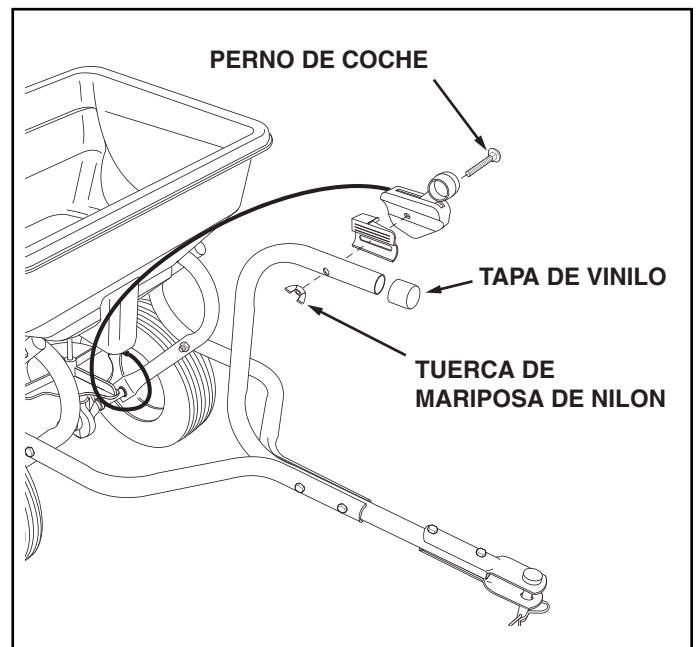

FIGURA 4
6. Coloque la tapa de vinilo en el Tubo de Control de Enganche. Vea la Figura 4.
7. Fije el Cable de Control en el Tubo de Control de Enganche, usando el perno de coche y la tuerca de mariposa de nylon. Vea la Figura 4.